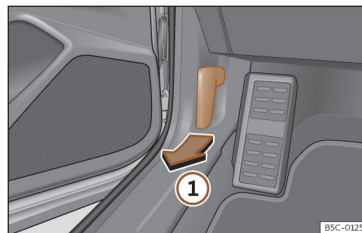

Abb. 183 Entriegelungshebel im Fahrerfußraum.
- Öffnen Sie die Tür und ziehen Sie an dem Hebel unterhalb der Instrumententafel >>> (**Abb. 183**) ①.